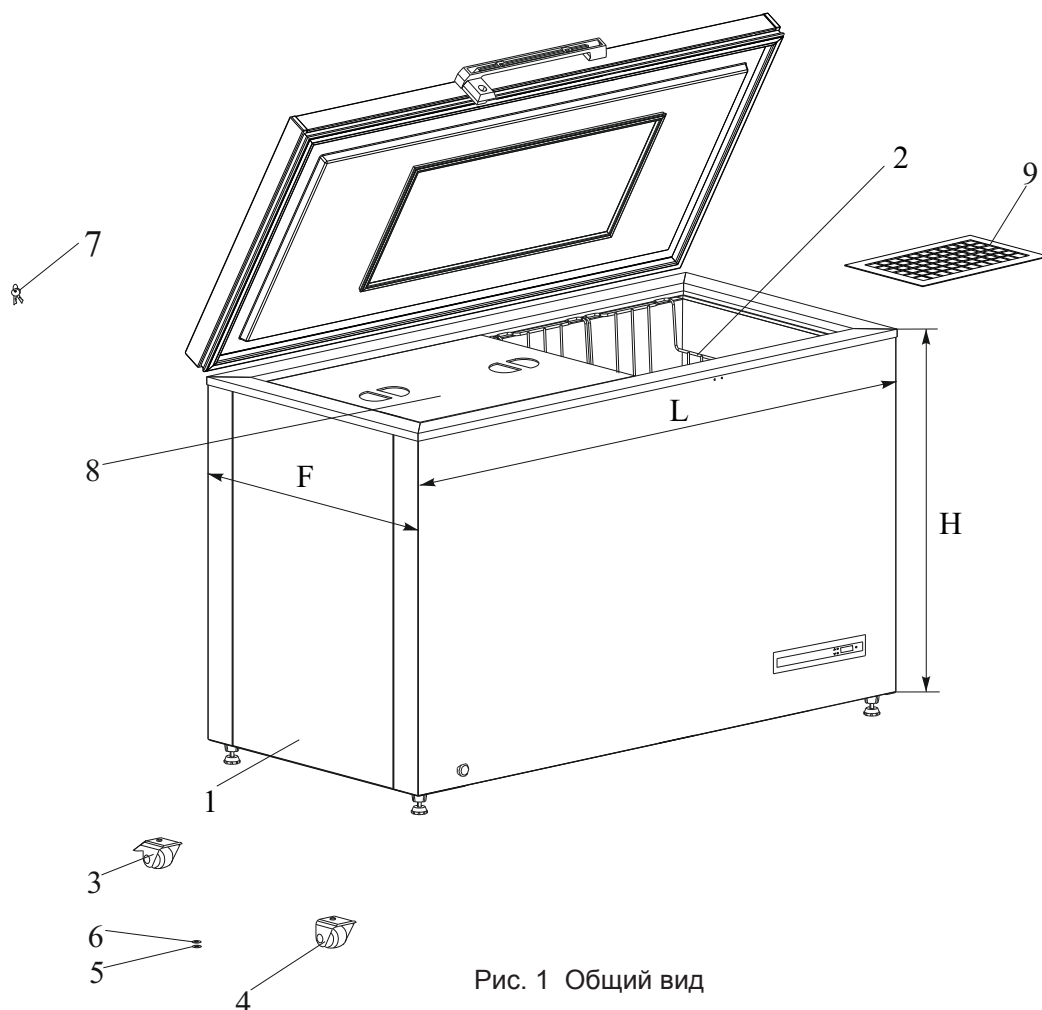

Рис. 1 Общий вид
5.8 Для сохранения температурного режима внутри морозильника при пользовании под дверью находятся две крышки из вспененного полистирола (рис.1, поз.8). После укладки или извлечения препаратов из морозильника установите крышки таким образом, чтобы скос был со стороны боковых стенок морозильника.